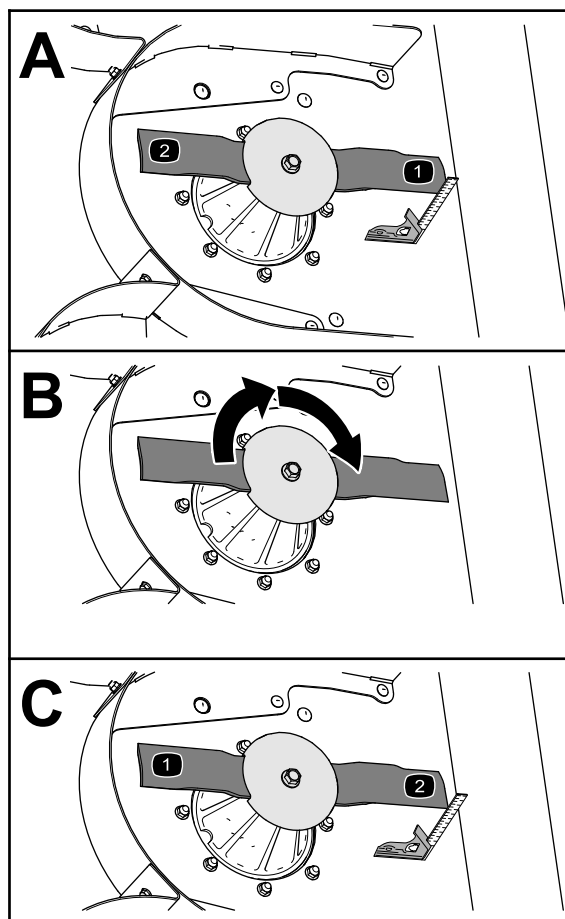

Figure 72
3. À l'aide d'une équerre combinée, mesurez la distance entre la surface propre du plateau et la pointe de la lame (Figure 72).
4. Tournez la lame à 180° (Figure 72).
5. Mesurez la distance entre la surface propre du plateau et la pointe de la lame (Figure 72).